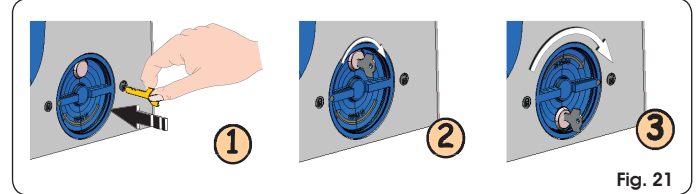

Fig. 21
1. Den entsprechenden, im Lieferumfang enthaltenen Schlüssel in das Schloss einführen (Abb. 21, Bez. ①) und im Uhrzeigersinn entsprechend der Darstellung in Abb. 21, Bez. ② drehen.
2. Das Entriegelungssystem im Uhrzeigersinn um etwa 180° entsprechend der Darstellung in Abb. 21, Bez. ③ drehen